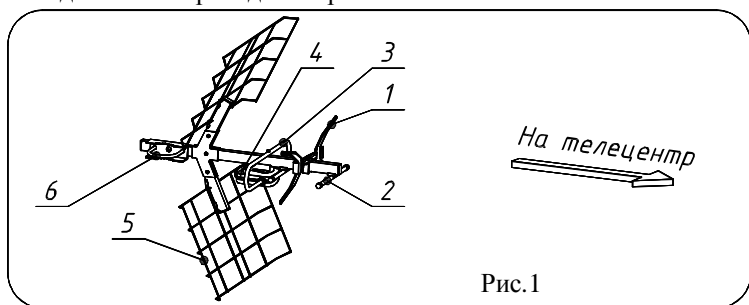

Рис.1
1.1. Общий вид антенны приведен на рис.1.